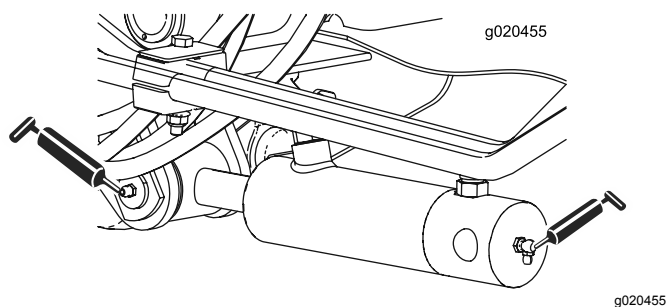

Рисунок 81
- Втулки цилиндров подъемных рычагов (2 шт. с каждой стороны) (Рисунок 81)